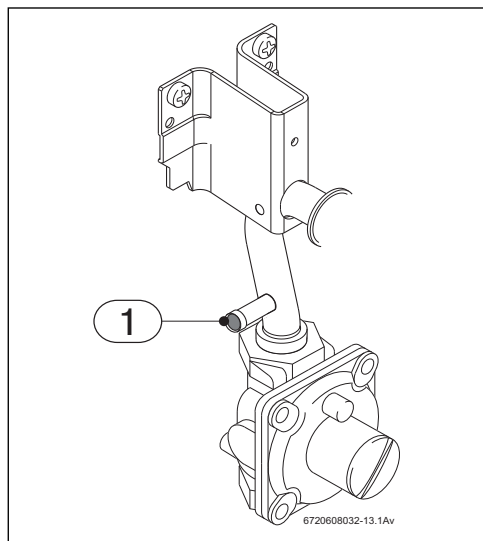

Fig. 14 Point de mesure de la pression de gaz
Le diamètre de la conduite d'arrivée de gaz doit être déterminé conformément à la réglementation applicable pour une puissance maximale de 117 000 Btu/h. Mesurez la longueur de la ligne d'arrivée de gaz et utilisez les tableaux de la Fig. 14 ou les tableaux de dimensionnement du fabricant de la conduite de gaz pour déterminer le diamètre de conduite requis en fonction
- Retirez le capot avant et repérez sur le côté droit le point de mesure de la pression d'entrée du gaz, indiqué à la Fig. 14.